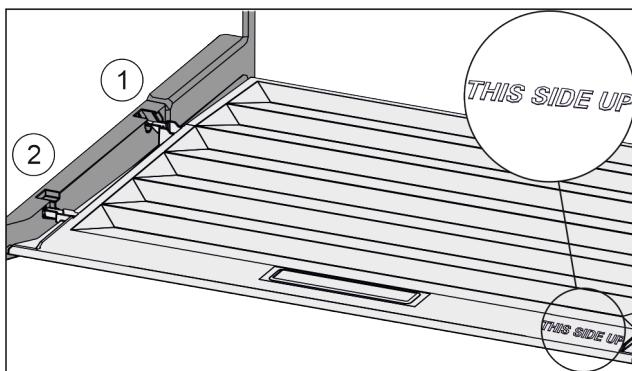

Fig. 44
- Výstupky víka zavedte do zadních držáků Fig. 44 (1) a vpředu zaklesněte do držáku Fig. 44 (2).